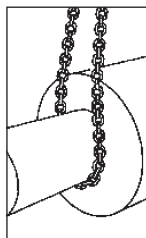

Рис. 7
- в) Использование в качестве венцовой цепи **(рис. 7)**.